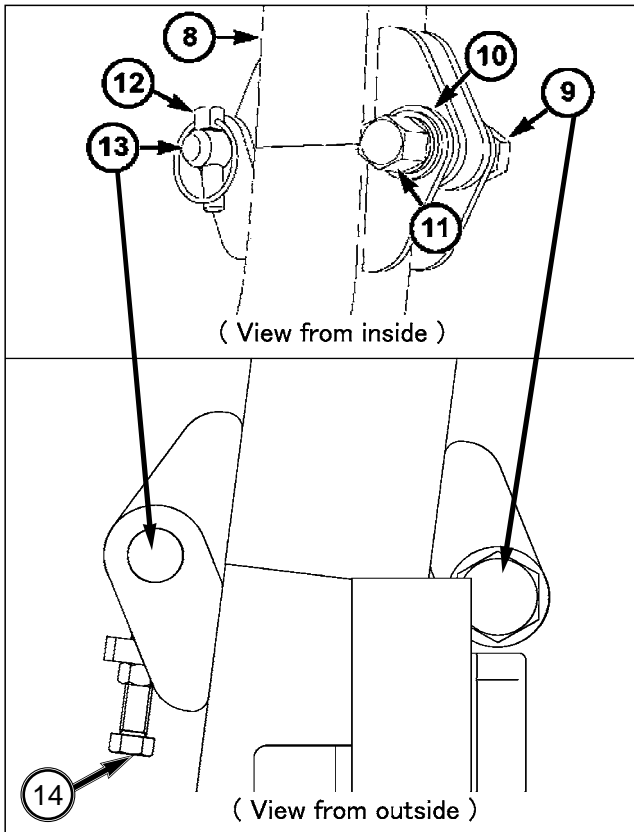

FIG. 4-29
FIG. 4-29: lincez l'arceau (8) sur les supports. Montez les boulons à épaulement (9) à l'arrière de l'arceau avec les rondelles (10) et les écrous (11) vers l'intérieur. Montez les broches (12) et les clavettes (13) à l'avant de l'arceau, avec les clavettes vers l'intérieur.